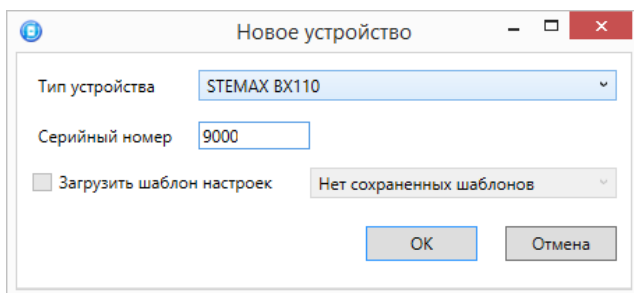

Рисунок 3.4 — Окно Новое устройство
- 2) в открывшемся окне *Новое устройство* (см. рисунок 3.4):